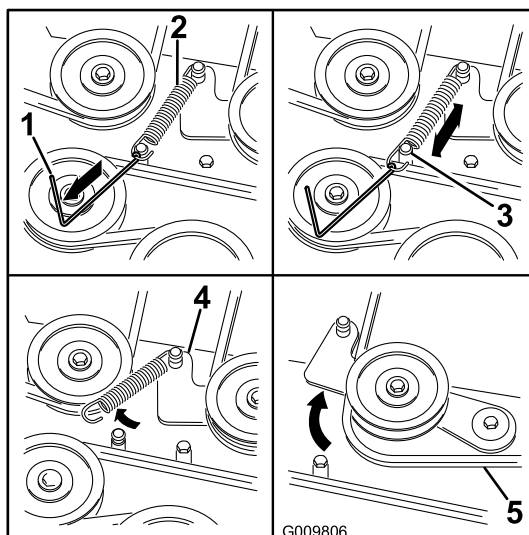

Figure 73
- À l'aide d'un outil de dépose de ressort (réf. Toro 92-5771), décrochez le ressort de l'ergot sur le plateau pour éliminer la tension sur la poulie de tension (Figure 73).
- Acheminez la courroie neuve autour des poulies du plateau de coupe et de la poulie d'embrayage, sous le moteur (Figure 73).
10. À l'aide d'un outil de dépose de ressort (réf. Toro 92-5771), accrochez le ressort à l'ergot sur le plateau pour tendre la poulie de tension et la courroie de plateau de coupe (Figure 73).